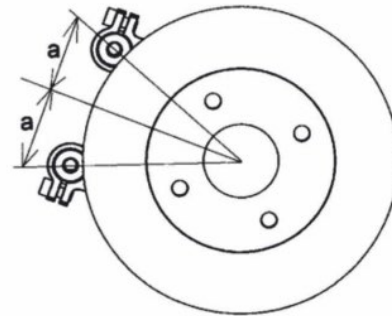

Рисунок 18
**7.3.5** После позиционирования направляющей прямо по центру переходника, затяните болты М10 крепежного адаптера (см. рис. 18).
**7.4.4** После позиционирования направляющей прямо по центру переходника, затяните болты М10 крепежного адаптера (см. рис. 18).